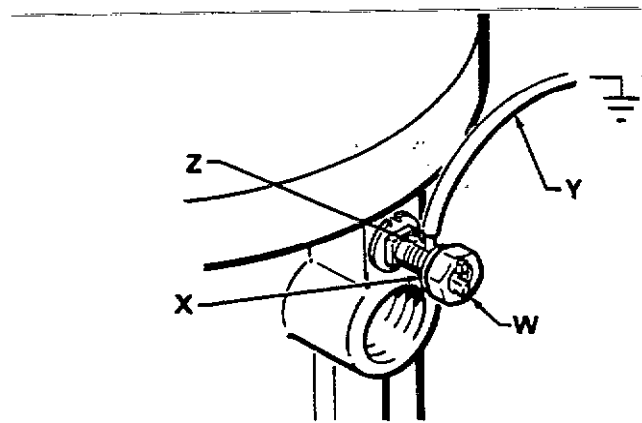

Fig 1
1. *Pompe* : Utiliser un fil de terre et un étrier conformément à la Fig 1.
Pour relier la pompe à la terre, desserrer l'écrou de blocage (W) et la rondelle (X) de la patte de mise à la terre. Introduire l'extrémité d'un fil de terre (Y) de 1,5 mm2 dans la fente de la patte (Z) et serrer à fond l'écrou de blocage. Voir Fig. 1. Relier l'autre extrémité du fil à une terre véritable. Se reporter en page 15 pour commander le fil et l'étrier de mise à la terre.